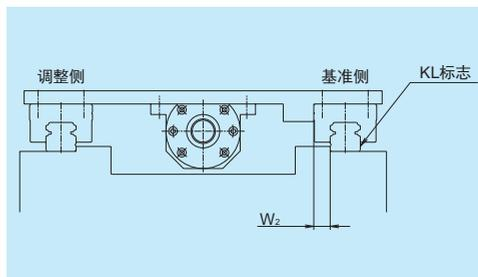

图 10.2 常用基准的选取方法
- 将基准侧直线导轨的导轨压在工作台导轨以及滑块安装面上安装时，需要将几个滑块基准面和导轨基准面之间的尺寸（安装宽度尺寸）W2 或 W3 的相互之间的差距缩小，并将此规定为精度标准（图 10.2、10.3）